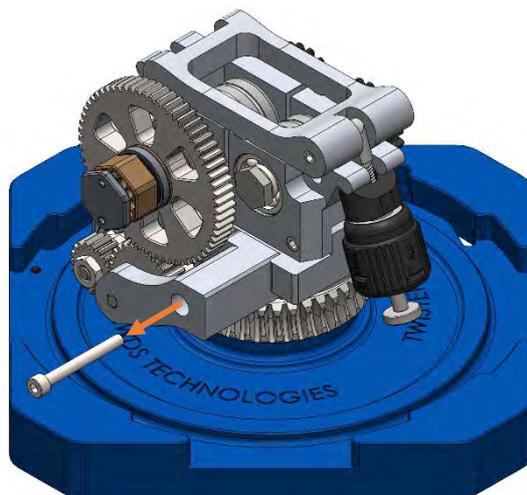

Figura 30
2. Usando la chiave esagonale svitare la vite per il bloccaggio del modulo, stando attenti che quest'ultimo non cada. Figura 30;